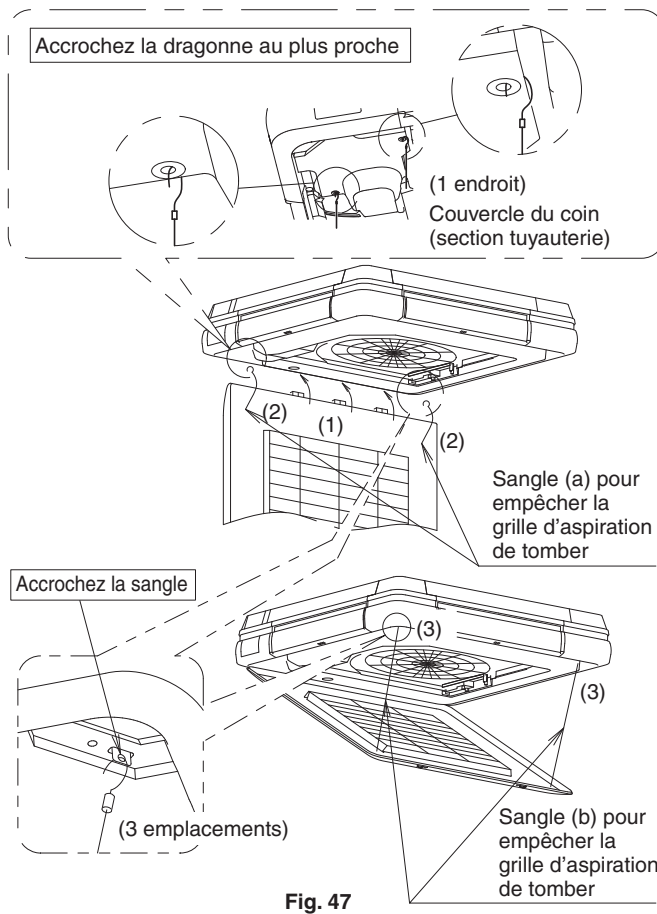

Fig. 47
- Après avoir fixé la grille d'aspiration dans l'ordre opposé figurant dans la clause "4. PRÉPARATIFS AVANT INSTALLATION - (3)" (Reportez-vous à la Fig. 47-(1)), accrochez la sangle (a) pour empêcher la grille d'aspiration de tomber. (Reportez-vous à la Fig. 47-(2))
- Accrochez la sangle (b) pour empêcher la grille d'aspiration de tomber. (Reportez-vous à la Fig. 47-(3))